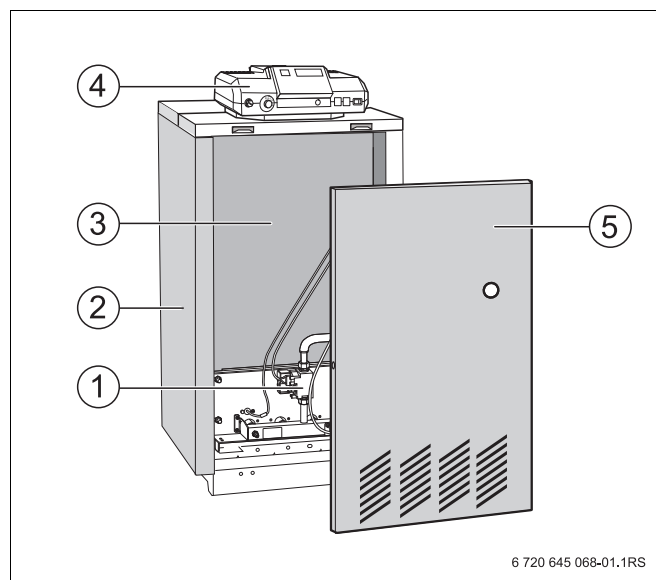

Рис. 1 Специальный газовый отопительный котел Logano G234 WS
Специальный газовый отопительный котел Logano G234 WS (Рис. 1) оснащен на заводе газовой горелкой.
- Котловой блок с теплоизоляцией (Рис. 1, **поз. 3**) и газовой горелкой (Рис. 1, **поз. 1**).
- Обшивка ((Рис. 1, **поз. 2**) и передняя стенка котла (Рис. 1, **поз. 5**).
- Система управления (Рис. 1, **поз. 4**).